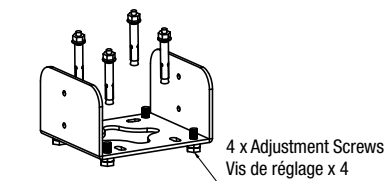

Fig. 2
4. Place the mounting bracket on the cement floor and level it using the four adjustment screws (screw or unscrew - Fig. 2 and Fig. 5 for mounting dimensions).
4. Placer le support de montage sur le plancher du béton et le mettre à niveau en utilisant les quatre vis de réglage (dévisser ou visser - Fig. 2 et Fig. 5 pour les dimensions de montage).